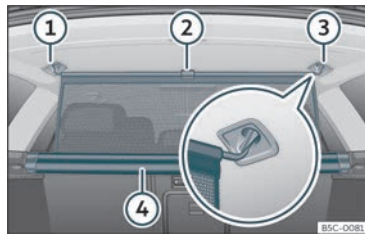

Fig. 131 Al maleter: enganxar la xarxa de separació.
- Estireu la llengüeta cap amunt >>> fig. 131 ② per treure la xarxa de la carcassa ④.
- Subjecteu la xarxa de separació al costat dret o esquerre ③ (imatge ampliada).
- Subjecteu la xarxa de separació a l'allotjament de l'altre costat ① estirant la barra.